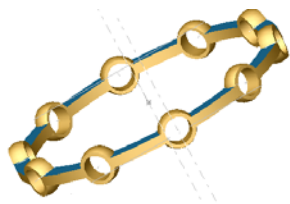

图 8-54 保持架的最后效果
**08** 保存文件。单击 [保存] 按钮 ，将零件保存为 frame.sldprt，最后的效果如图 8-54 所示。